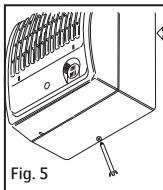

Fig. 5
3. Løsn ventilatorhuset fra bagpladen ved at løsne skruen i bunden, fig. 5.